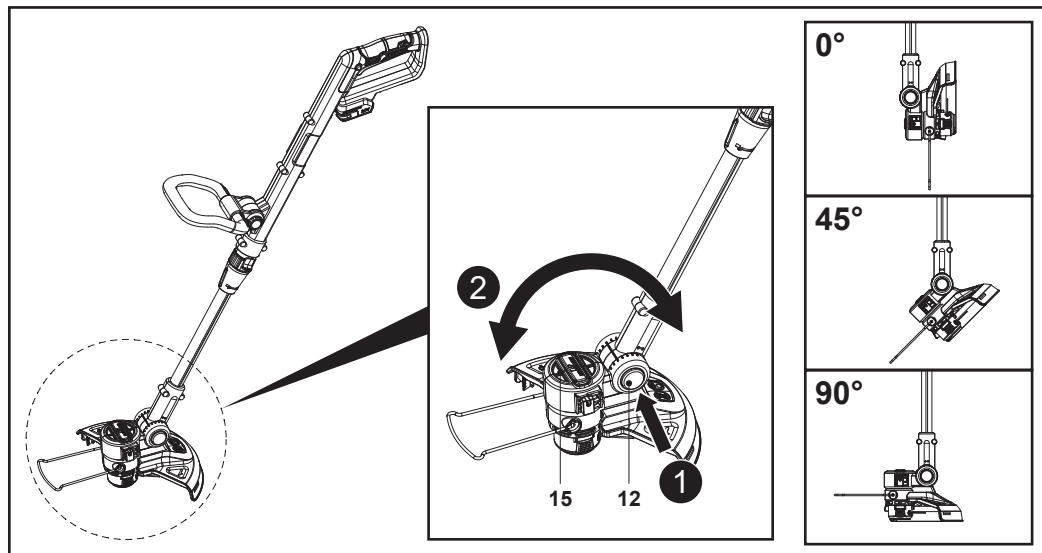

Fig. 7
i **NOTA:** A cabeça de corte (15) pode ser ajustada para 7 posições (0°, 15°, 30°, 45°, 60°, 75°, 90°) (Fig. 7).
1. Pressione o bloqueio da cabeça de corte (12) (Fig. 7).
2. Ajuste o ângulo da cabeça de corte (15) (Fig. 7).
3. Liberte o bloqueio da cabeça de corte (12).
4. Certifique-se de que a cabeça de corte (15) bloqueia no lugar.